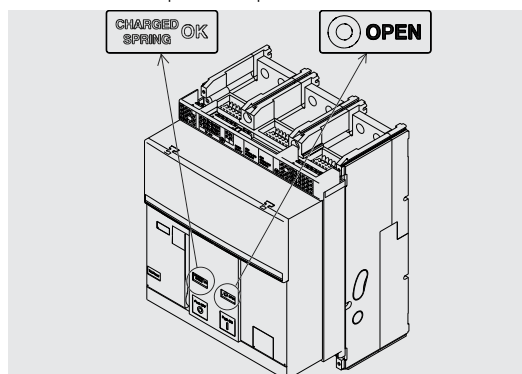

Figura 44
3. Controlar que el interruptor esté abierto (indicador abierto/cerrado "O - OPEN") y controlar que los resortes estén cargados (indicador resortes "amarillo - CHARGED SPRING") como indicado en Figura 44.